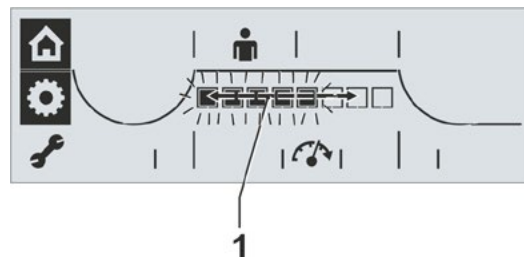

Fig. 2 : Modification du régime / niveau de temps de réglage
2. Appuyer sur le Drive Controller. Les segments noirs dans l'échelle clignotent (Fig. 2).
3. Tourner le Drive Controller et sélectionner le régime / niveau de temps de réglage souhaité. L'échelle indique le régime / niveau souhaité (Fig. 2, Pos. 1).